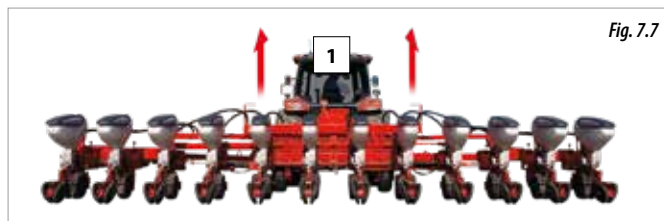

Fig. 7.7
- 2- Levantar la sembradora del suelo (Fig. 7.7).